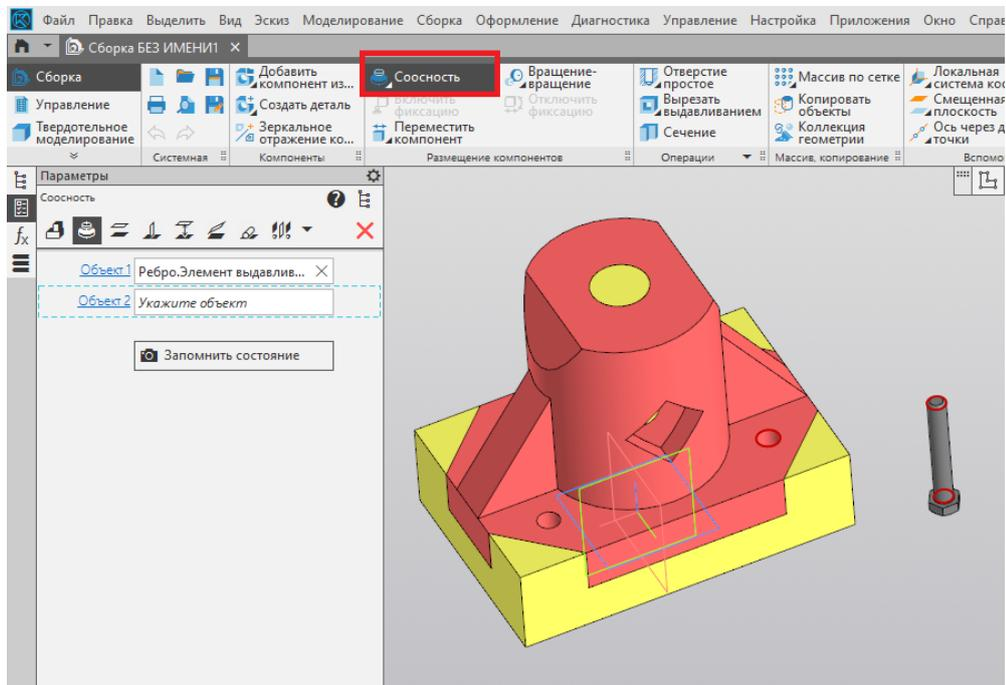

Рис. 61
13. Далее выбираем ограничение «Соосность» для цилиндрического отверстия в основании и стержня болта. Подтверждаем команду нажатием на зелёную галочку (рис. 61).